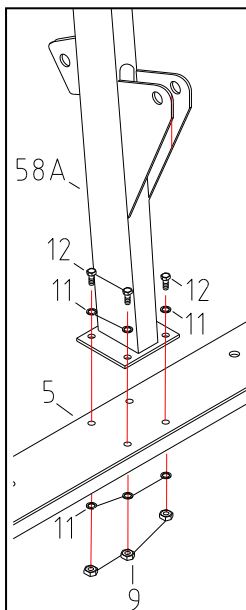

Fig. 3
Paso 3 (Fig. 3):
Ensamble la arandela (# 11), el tornillo (# 12) en un lado del bastidor (5 #) y la tuerca (9 #) y la arandela (11#) en el otro, siguiendo el orden que se muestra en la fig. 3. A continuación, apriete la tuerca (9#).